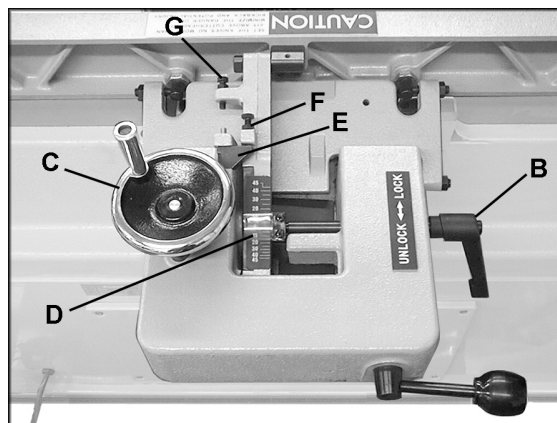
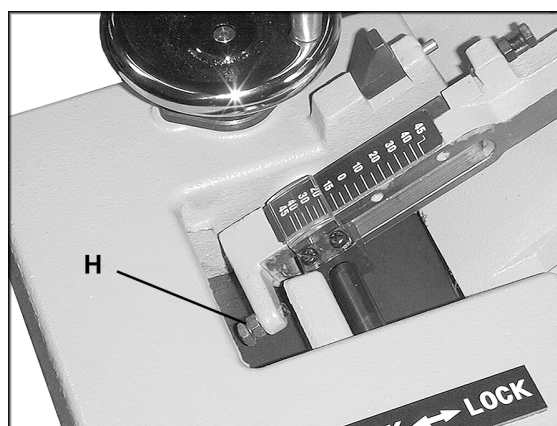

Рис. 16
Рис. 17
1. Ослабьте зажимную рукоятку (В, Рис. 16).
2. Выщелкните стопорный блок для установки упора под углом 90° (Е, Рис. 16).
3. Поворачивайте маховик (С, Рис. 16), чтобы выставить по шкале (D, Рис. 16) нужный угол наклона. Либо можно положить на стол скошенную заготовку вплотную к упору и поворачивать маховик (С, Рис. 16), пока угол наклона упора не будет равен углу скоса заготовки.
4. Затяните зажимную рукоятку (В, Рис. 16).
ВАЖНО: когда операция, для которой требовалось наклонить упор, будет завершена, а упор возвращен в вертикальное положение (под углом 90°), не забудьте вставить стопорный блок (F, Рис. 16) обратно в его исходное положение.
1. Регулировка 90° ограничителя производится с помощью винта (F, Рис. 16) и стопорного блока (Е, Рис. 16).
2. Ослабьте зажимную рукоятку (В, Рис. 16) и шестигранную гайку на винте (F, Рис. 16).
4. Сдвигайте упор, пока он не будет плотно прилегать к угомерному устройству. Закручивайте винт (F, Рис. 16) до тех пор, пока он не коснется стопорного блока (Е, Рис. 16).
5. Затяните шестигранную гайку на винте (F, Рис. 16) и зажимную рукоятку (В, Рис. 16).
1. Регулировка данного упора осуществляется с помощью винта (Н, Рис. 17).
2. Ослабьте зажимную рукоятку (В, Рис. 16) и шестигранную гайку на винте (Н, Рис. 17).
4. Закручивайте винт (Н, Рис. 17) до тех пор, пока он не коснется литого основания перед ним.
5. Затяните шестигранную гайку на винте (Н, Рис. 17) и зажимную рукоятку (В, Рис. 16).